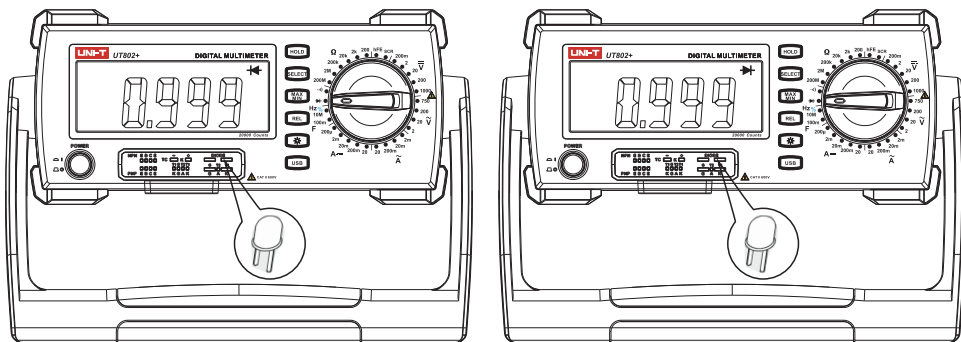

图9. 二极管(LED)测量
- 1) 使用UT-S03A(Multi-Function Socket)插到台式机正确的位置: 如图9